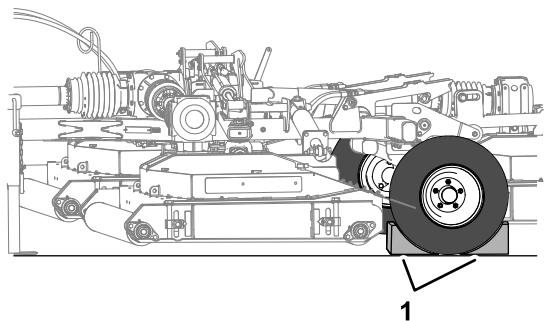

Bild 24
7. Legen Sie unter beide Räder des Mäthers Unterlegkeile (Bild 24).